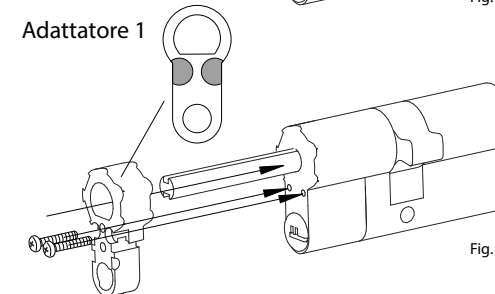

Fig. 6
- 44 - 53 mm = è necessario l'adattatore 1 (Fig. 6)